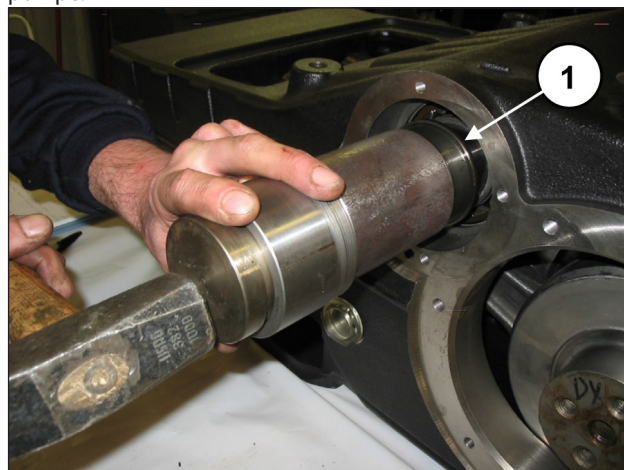
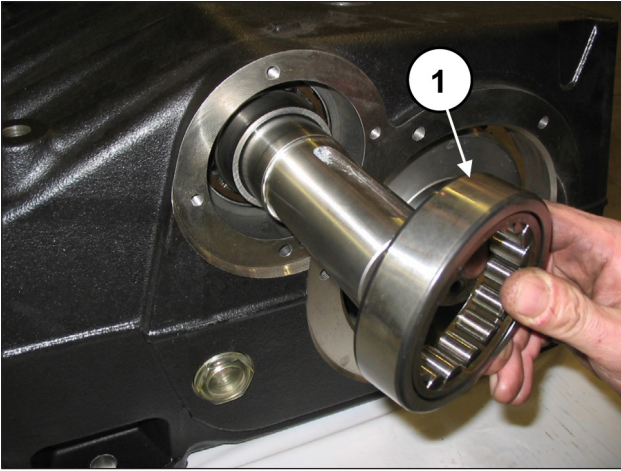

Fig. 61
Fig. 62
Insérer la bague intérieure (rep. ①, Fig. 61) et la bague extérieure (rep. ①, Fig. 62) d'un coussinet d'un seul côté de la pompe.
Insérer la bague intérieure (rep. ①, Fig. 61) et la bague extérieure (rep. ①, Fig. 62) du dernier coussinet.